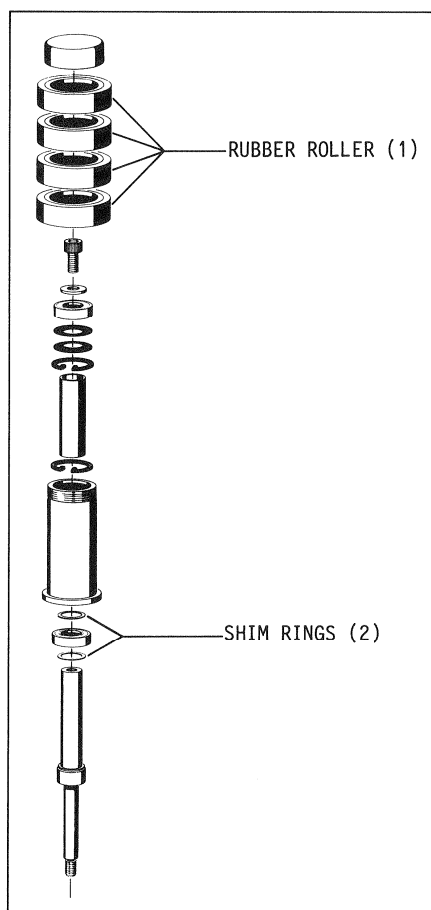

Fig. 3.8.4
Durch Wechseln der Reihenfolge der 4 Gummirollen (1) Fig. 3.8.4 auf der Andruckrolle kann der Bandlauf bzw. Wow and Flutter optimiert werden.
The tape motion or the wow and flutter can be optimized by changing the sequence of the four rubber rollers (1) Fig. 3.8.4.